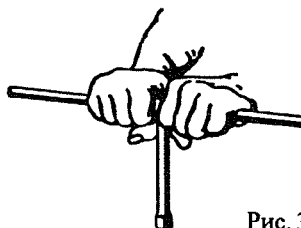

Рис. 3
3. Вставить вороток в торцевой ключ и, держа руки как показано на рис. 3, подтянуть болты предварительно (примерно с моментом 3 кгм, в отдельных случаях с большим крутящим моментом, как указано в табл. для каждого двигателя)